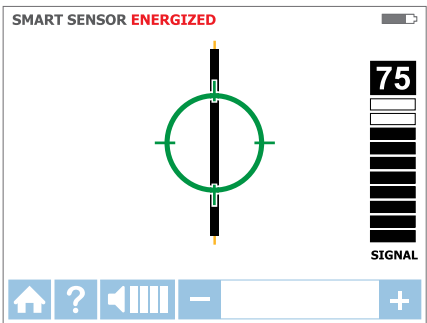

Figura 3.1e Receptor bloqueado en cable
5. El símbolo de destino verde indica que el receptor está directamente sobre el cable (consulte la Figura 3.1e). Si el receptor no se bloquea en el cable, reduzca la sensibilidad con el botón "-" del teclado o ajuste el transmisor para que transmita en el modo de señal BAJO.